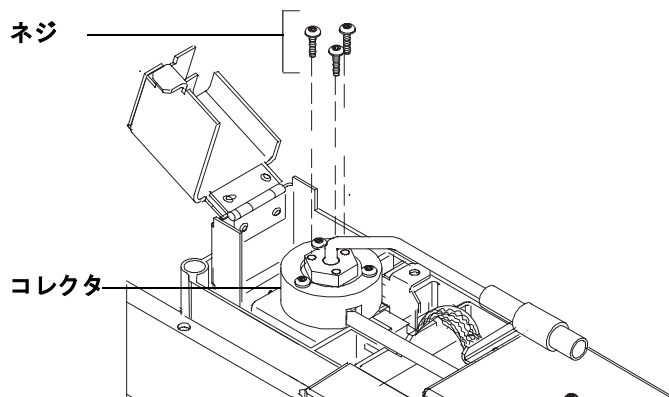

図 6 ビーズ アセンブリの取り付け
- 5 図 6 に示すように、新しいビーズアセンブリを NPD のコレクタに取り付けます。コレクタの側面にビーズをぶつけないように注意します。供給された 3 個の新しいトルク T-10 ネジを使用します。最初のネジは指だけで軽く締めておき、残りの 2 個のネジは通常どおりに締めます。次に、最初のネジを完全に締め付けます。